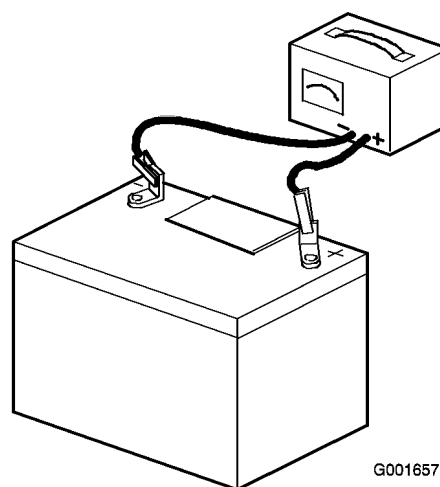

Figure 41
- Quand la batterie est chargée au maximum, débranchez le chargeur de la prise, puis débranchez les fils du chargeur des bornes de la batterie (Figure 41).